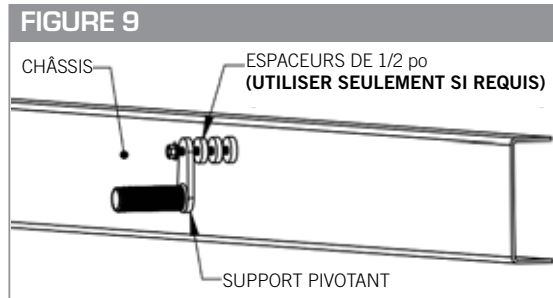

FIGURE 7
- C. Si possible, utiliser les trous de boulons déjà percés dans le châssis pour fixer une plaque d'acier (non fournie) et souder le support à la plaque. (Voir la Figure 7)